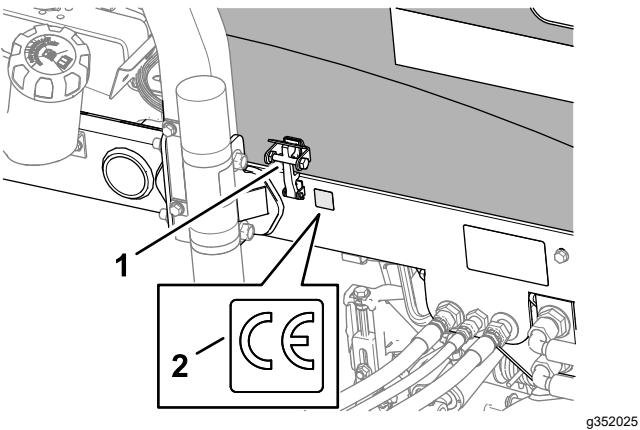

Рисунок 22
- Начисто протрите левую раму рядом с защелкой капота спиртом и дайте раме высохнуть (Рисунок 22).
4. Снимите подложку и приклейте наклейку с маркировкой CE, № по кат. 133-8095, к раме, как показано на Рисунок 22.